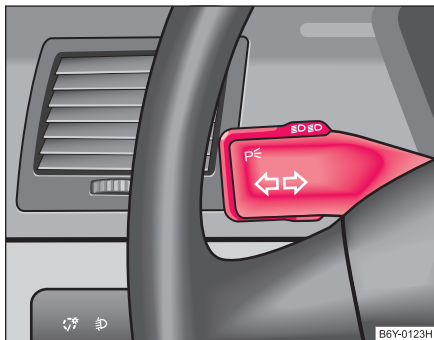

Fig. 33 Maneta pentru luminile de semnalizare și pentru luminile de drum
- Rotiți întrerupătorul pentru lumini ① în poziția ➔.
- Apăsați în față maneta pentru luminile de drum ➔ Pagina 56, Fig. 33.
- Împingeți maneta în sus ⇒ Fig. 33.